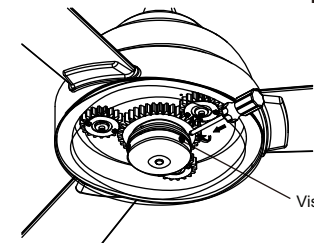

**Fig. 26**
**Étape 4.** Retirez trois (3) vis du boîtier de l'interrupteur comme indiqué et économisez pour une utilisation ultérieure. (Fig. 26)